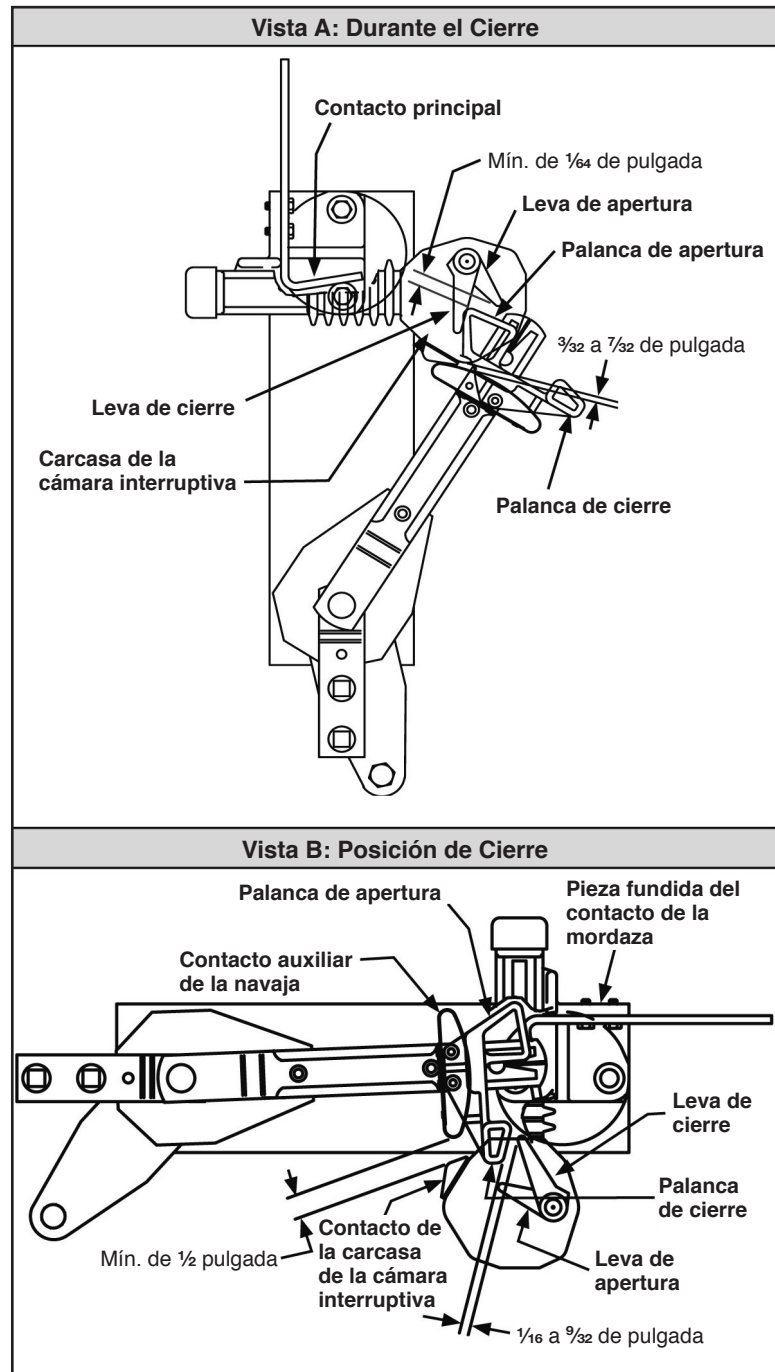

Figura 16. Puntos de inspección de los interruptores con capacidad de 14.4 kV.
- Abra y cierre el interruptor y coloque la navaja en la posición que se muestra en la Figura 16, Vista A. Se debe cumplir con las siguientes condiciones: